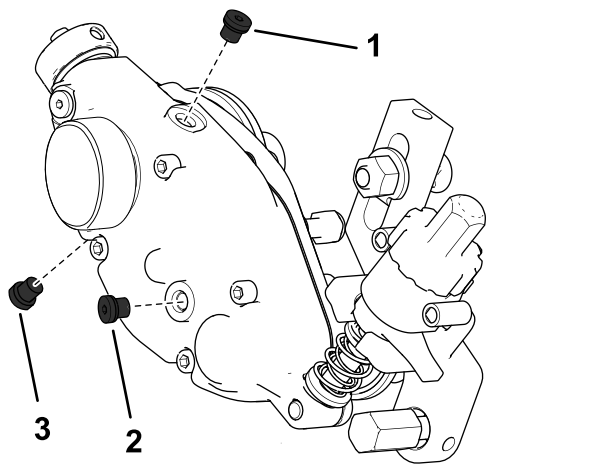

図 33
2. ハウジングの下にあるドレンプラグを抜く 図 33。
3. ハウジングの側面にあるオイル補給プラグと上部にある通気プラグを抜いてオイルを抜けやすくする 図 33。